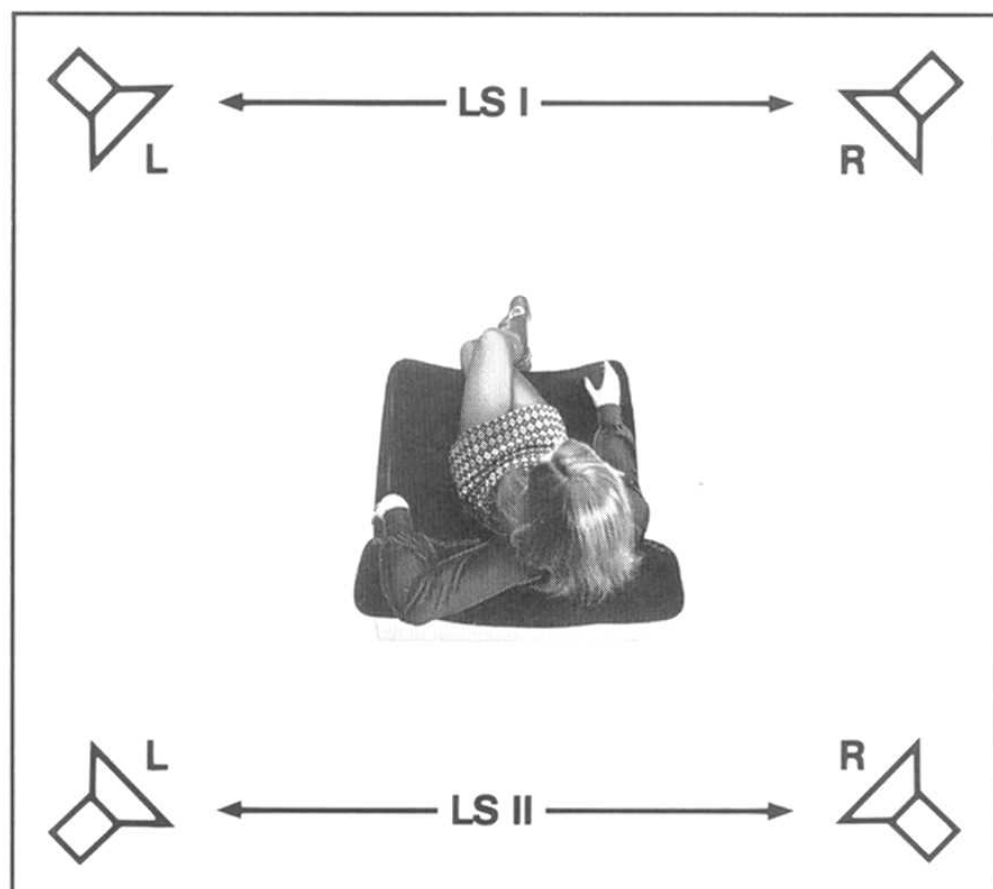

Fig. 4
Um den Musikgenuß noch zu erhöhen und die Darbietung an Natürlichkeit gewinnen zu lassen, können die 4 Lautsprecherboxen auch in einem Raum aufgestellt werden. Das an den Buchsen (48) und (49) angeschlossene Boxenpaar soll dann hinter dem Zuhörer stehen. Der Zuhörer befindet sich somit innerhalb eines gedachten Rechtecks, das die 4 Lautsprecherboxen bilden (Fig. 4). Drückt man jetzt zusätzlich zu den Tasten LS 1 (40) und LS 2 (41) die Taste Q-SOUND (42), so wird die Musik-Wiedergabe von Stereo auf Quadro-Sound umgeschaltet und die Anzeige Q-SOUND (27) leuchtet auf. Damit wird die Stereo-Klangebene der beiden vorderen Lautsprecher durch den akustischen Effekt der Raumtiefe ergänzt, der von den rückwärtigen Lautsprechern ausgeht. Wie im Konzertsaal, in dem durch Reflexionen an Decken und Wänden diffuse